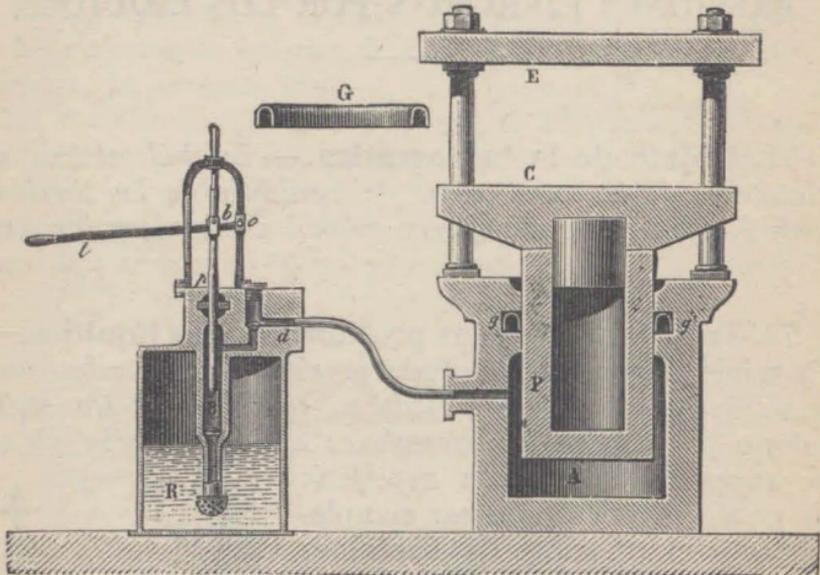

Fig. 29. — Corte de una prensa hidráulica.
73. Prensa hidráulica. — *La prensa hidráulica es un aparato que se funda en el principio de Pascal. Dos cilindros A y B (fig. 29) están en comunicación directa*